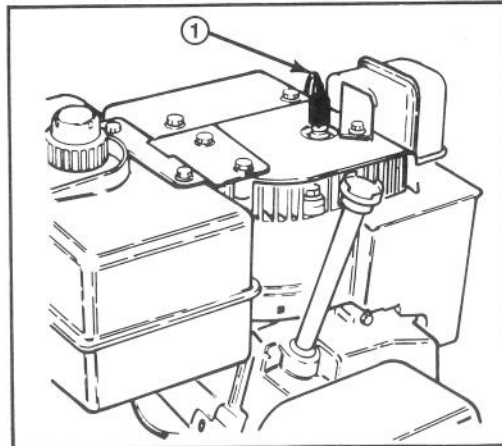

Abbildung 33
1. Die Umgebung der Zündkerze reinigen, damit kein Schmutz in den Zylinder gelangen kann, wenn die Zündkerze herausgeschraubt ist (Abb.33).